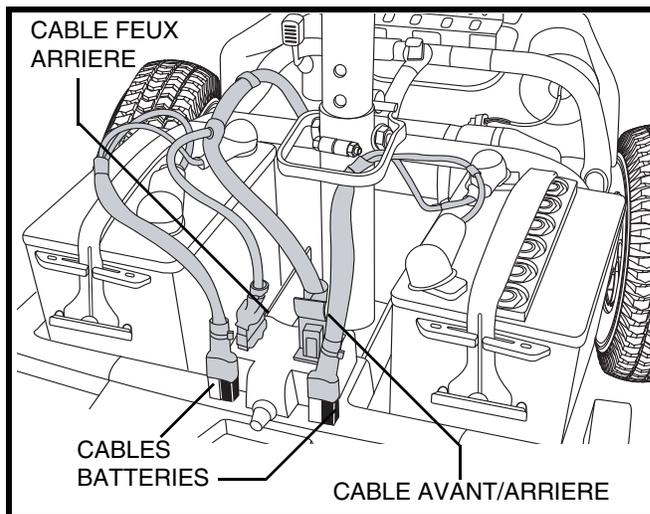

Figure 22. Connexions des câbles
6. Débranchez les deux câbles de batteries. Tirez droit vers le haut. **Voir la figure 22.**
6. Branchez les câbles des feux, batteries et avant/arrière. Voir la figure 22.